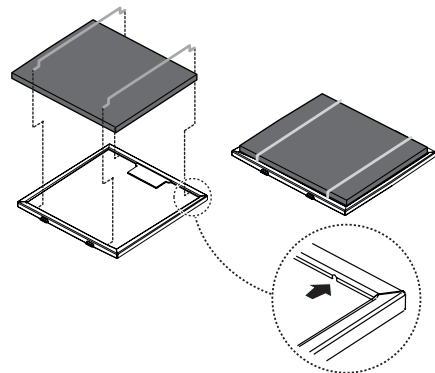

Fig. 4
2. Instalar o filtro de carbono na parte posterior do filtro de gordura e fixar com duas varetas (Fig. 4), a inserir nos orifícios da moldura.